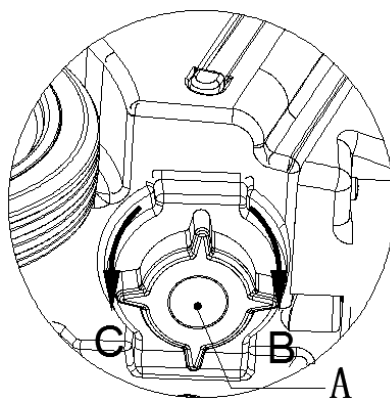

Figura 11
2. Svitare il tappo della bocchetta d'uscita dell'acqua pulita (A, Figura 11) in direzione antioraria (C, Figura 11) per svuotare il serbatoio della soluzione.